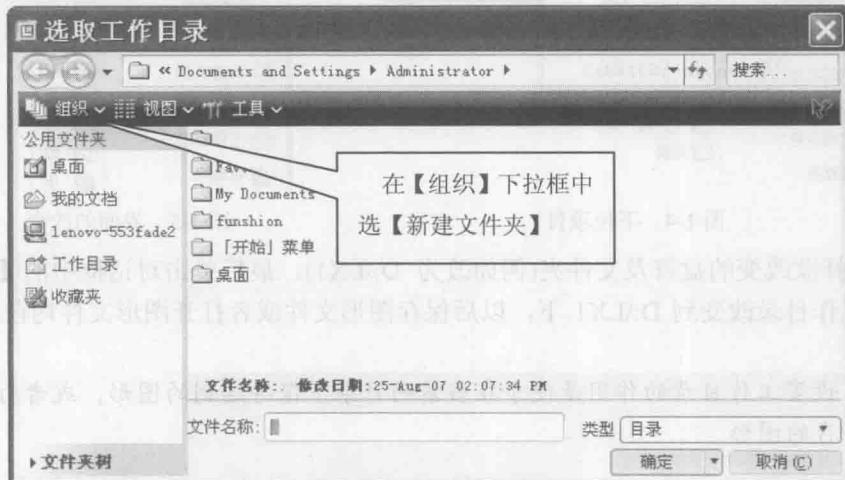

图 1-2 【选取工作目录】对话框
(1) 在环境界面下, 单击主菜单中的【文件】→【设置工作目录】命令, 系统弹出【选取工作目录】对话框, 如图 1-2 所示。
- (1) 打开资源管理器, 在 D:\下新建一个文件夹 LX1。
- (2) 单击主菜单中的【文件】→【设置工作目录】命令, 系统弹出【选取工作目录】对话框, 如图 1-2 所示。